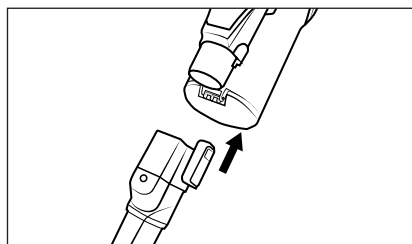

Fig. 14
- ♦ Sæt tilbehøret på sugerør **23** eller produktets sugeåbning, indtil det klikker hørbart på plads (se fig. 14). Vær opmærksom på, at låsen har den rigtige stilling.